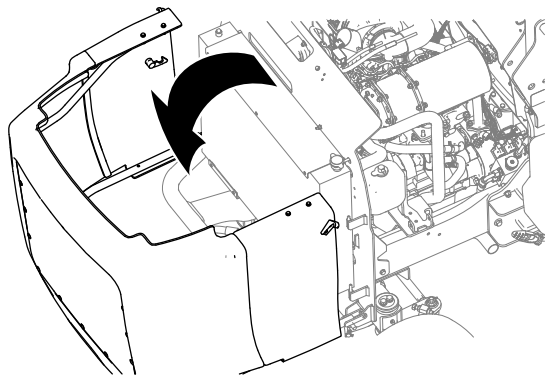

Figura 67
5. Destranque e abra o capot (Figura 67).